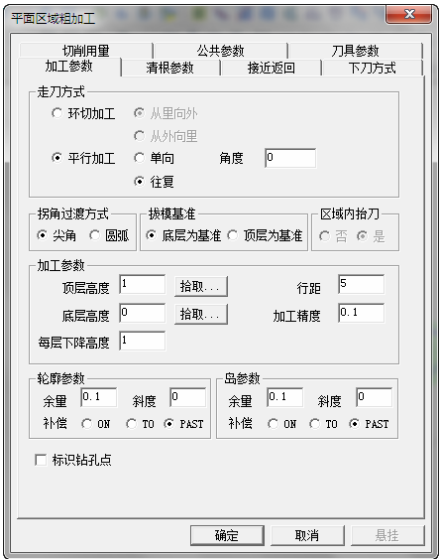

图 7-43 “加工参数”选项卡
(1)“加工参数”选项卡 可设置加工参数选项如图 7-43 所示。